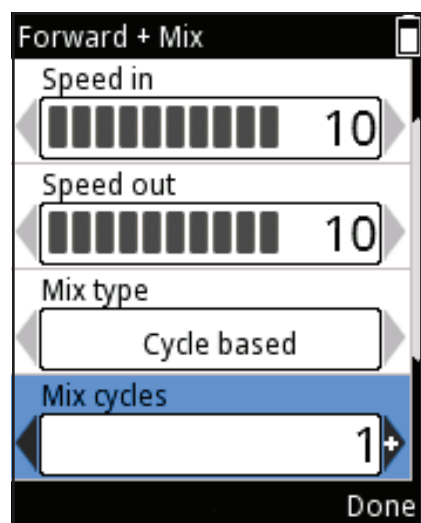

Figura D30.
6. Se il tipo di miscelazione è basato su ciclo, scorrere fino a **Mix cycles** (Cicli di miscelazione) e modificare il valore usando  (Figura D30).